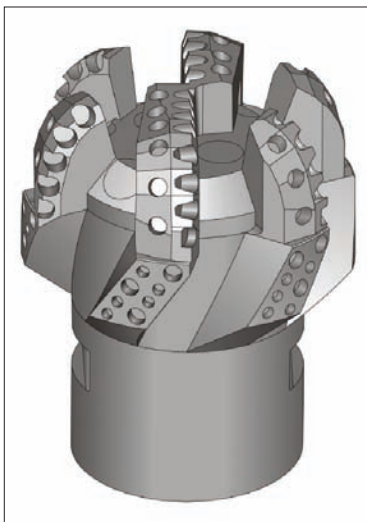

Рис. 2. Объемная твердотельная модель детали “Долото”
- твердотельная объемная модель изделия (рис. 2);